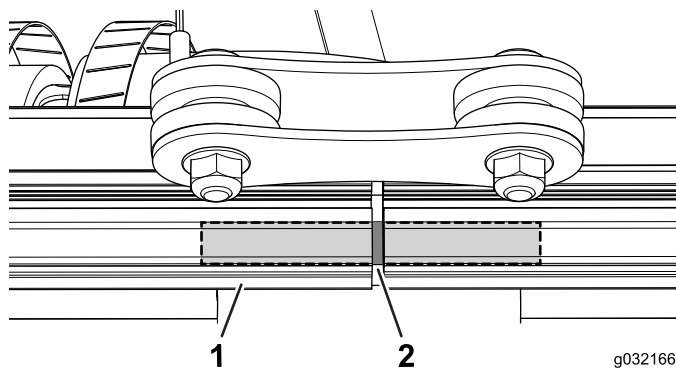

图13
5. 将球形密封件插入防风雨密封件的另一端，并将防风雨密封件按回原处（图13）。